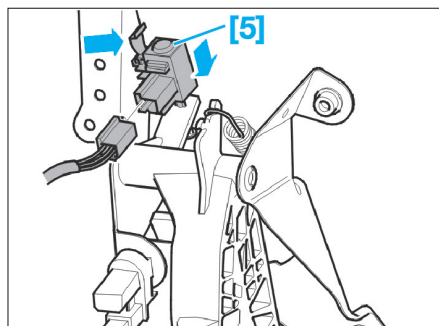

FIG. 17
- le boîtier antidémarrage (5) (Fig.17)